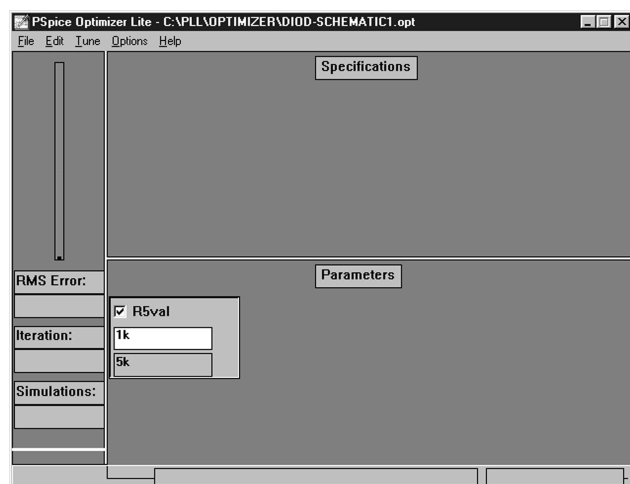

Рис. 5.4. Окно программы PSpice Optimizer
5. Запустим программу PSpice Optimizer, выбрав в программе Capture пункты меню PSpice → Run Optimizer. В результате получим окно программы PSpice Optimizer, приведенное на рис. 5.4.